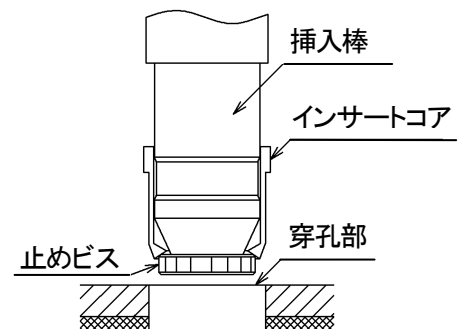

図 2
- 5) 挿入棒にインサートコアを差し込み、止めビスでしっかり取り付け保持する。（図 2）（写真 2）